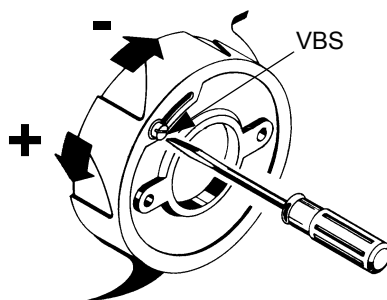
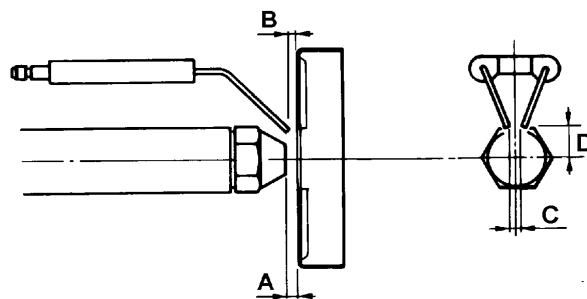

Fig. 10
Fig. 13
- 2 retirar el conector de la bobina B de la bomba P (Fig. 10) para evitar la entrada indeseada de combustible diesel en la cámara de combustión
- 4 Retire el fotorresistente FR (Fig. 10) e ilumínelor
- 8 reconecte la bobina B a la bomba (Fig. 10)
- 11 Comprobando los valores de combustión, ajuste el flujo de aire actuando sobre el tornillo VBS (Fig. 10-Fig. 13); apriete para disminuir el flujo o desenrózquelo para aumentarlo